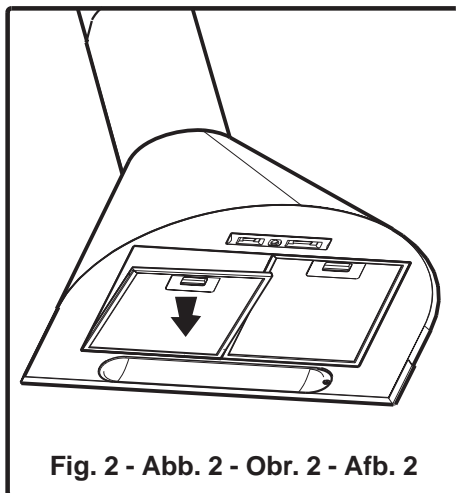

Fig. 2 - Abb. 2 - Obr. 2 - Afb. 2
Démontage (fig. 2)
- b) Sortez les filtres métalliques anti-graisse (fig. 2).